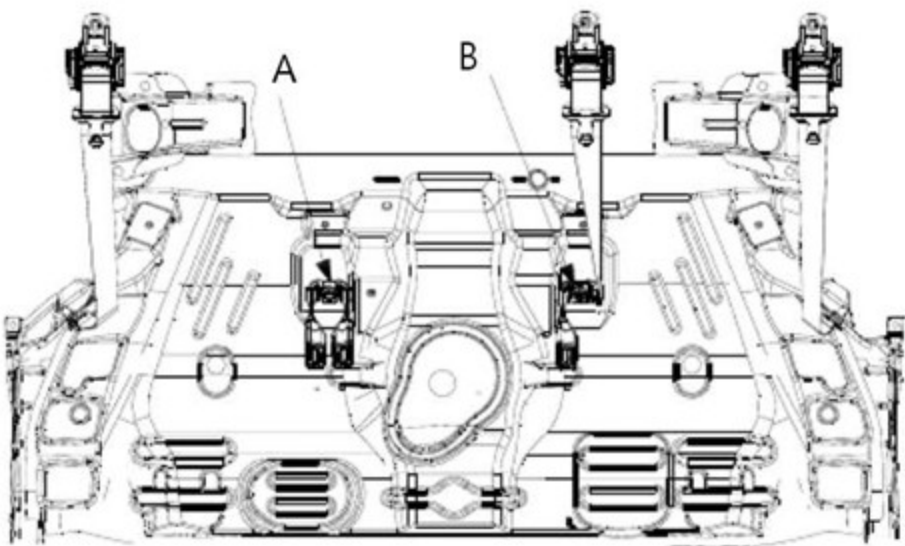

图 21-1-7
1、先参照座椅的拆卸方法将座椅的拆卸方法把后排座椅拆下来，放到车外，然后根据需要可以先拆卸后排中间带扣总成 A 和三点式安全带带扣侧 B。图 21-1-7